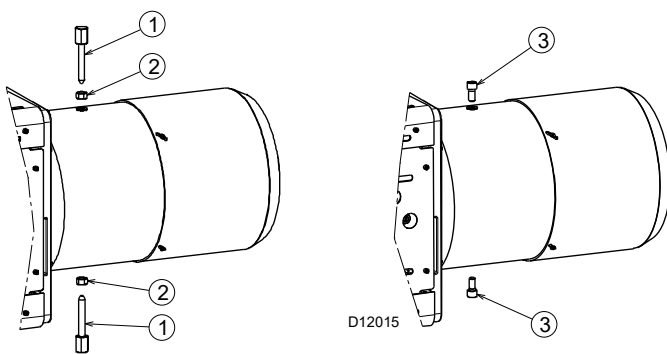

Fig. 14
- Antes de montar el quemador en la caldera, retirar los tornillos y las tuercas 1)-2)(Fig. 14).